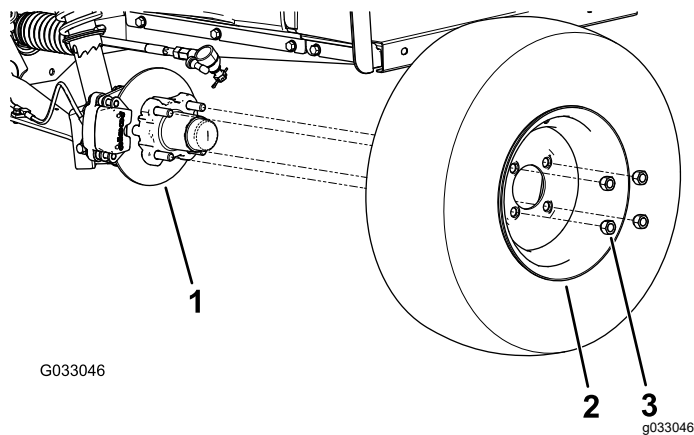

図 28
2. ホイールをハブに固定しているラグナット4個を外す 図 28。
- ホイールをハブに取りつける。空気バルブを外側に向けて取り付けること 図 28。
- ラグナットを使用して、ハブにホイールを取り付ける 図 28。